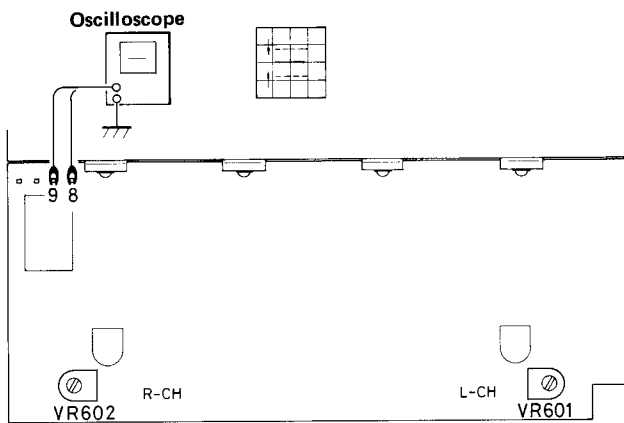

Fig. 1
- Brancher l'oscilloscope sur la broche 9 (8 pour le canal de droite) sur la plaquette H-AF-117. Régler la commande de volume de l'ampli sur la position minimum. Mettre sous tension. Lorsque la sortie CC apparaît sur l'écran (la trace est décalée vers le haut ou vers le bas comme illustré sur la Fig. 1), ajuster le potentiomètre VR601 (VR602 pour le canal de droite) sur la plaquette H-AF-117 de façon à ce que la tension CC observée sur le point de mesure soit de $0\text{ V} \pm 50\text{ mV}$.